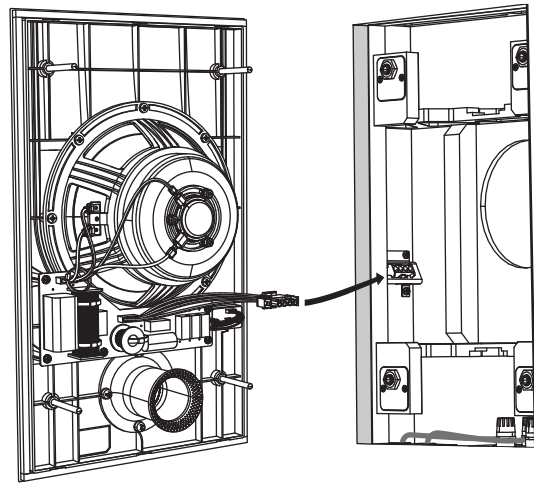

Abb. 1. Anschließen der Verkabelung
1. Heben Sie mit Hilfe eines Assistenten die PCI 7DC IW-Lautsprecherbaugruppe in der Nähe der Trockenbauöffnung an und stecken Sie den vierpoligen Kabelstecker sicher in den entsprechenden Stecker in der hinteren Dose (Abb. 1).